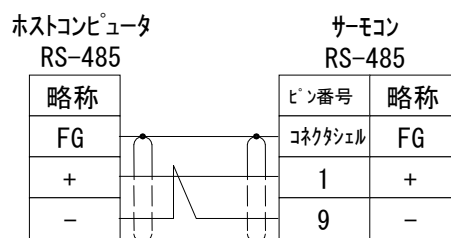

図 1-1 通信接続図
- ①サーモコンの電源スイッチをOFFにしてください。（通信コネクタの着脱時は必ず、サーモコンの電源がOFFの時に行ってください。）
- ②ケーブルをサーモコンの通信コネクタに接続してください。
- ・ 通信の接続図を図 1-1 に示します。
- ③サーモコンの電源スイッチをONにしてください。
- ④使用する全てのサーモコンについて通信方式の選択（P2-1 参照）を行います。（設定方法は取扱説明書 HEC-0M-Y009 をお読みください。）
- ⑤以上で通信の準備は終了しました。これで、ホストコンピュータから通信命令があれば、各サーモコンはそれに返信します。